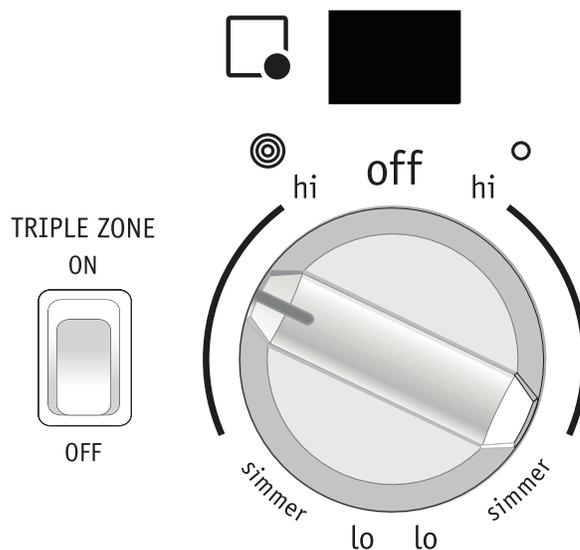

Figure 11 : Élément radiant triple
2. Enfoncez le bouton de commande et tournez-le vers le symbole de l'élément intérieur pour des ustensiles de cuisson plus petits et vers le symbole de l'élément extérieur pour des ustensiles de cuisson plus grands (voir figure 11). Tournez le bouton pour ajuster le réglage, si nécessaire. Commencez la plupart de vos cuissons par un réglage élevé, puis diminuez la chaleur pour terminer la cuisson. Chaque élément de surface fournit une quantité de chaleur constante à chacun des réglages. Une zone de couleur rouge brillante qui dépasse du bord inférieur de l'ustensile indique que ce dernier est trop petit pour la zone de chauffage utilisé.
3. Pour activer et utiliser l'élément triple, enfoncez le bouton et tournez-le vers la gauche pour le symbole de l'élément extérieur et les ustensiles de cuisson plus grands. Placez sur le commutateur **Triple Zone** (zone triple) à la position ON (en marche) (voir figure 11).